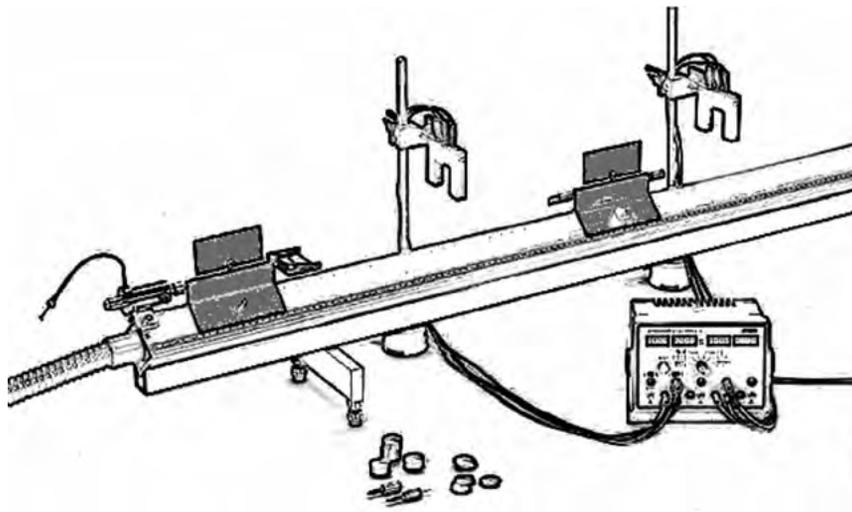

Figura 13.2 Montaje colisión elástica
1. Cambie ahora los aditamentos de los carros como muestra la figura 13.2. Use la banda de caucho en un carro y la paleta en el otro.